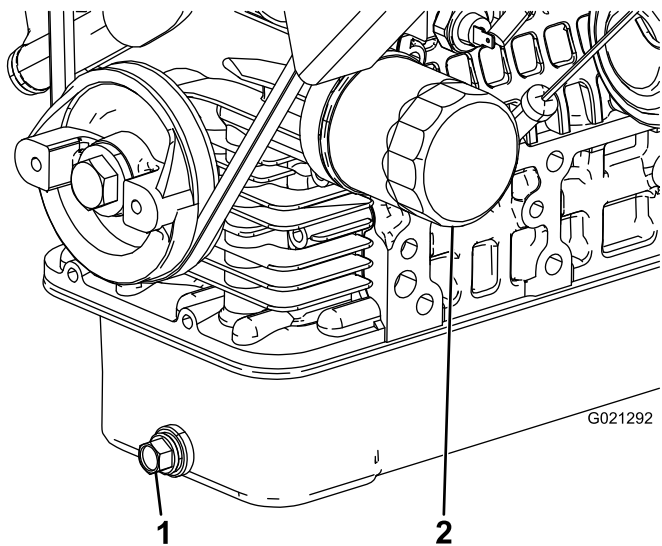

Bild 37
2. Entfernen Sie die Ablassschraube und lassen Sie das Öl in die Auffangwanne ab (**Bild 37**).
4. Entfernen Sie den Ölfilter (Bild 37).